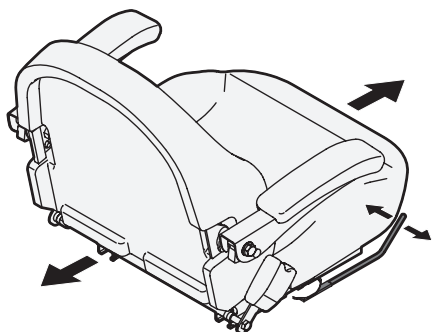

Figura 23
3. Suelte la palanca de ajuste. Asegúrese de que el asiento esté fijo en su posición antes de operar el tractor (Figura 23).